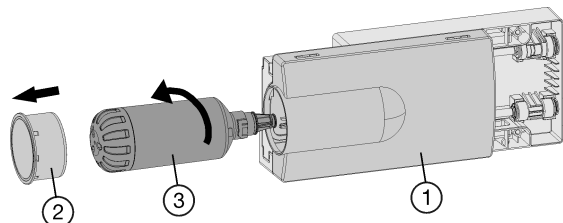

Fig. 48
- Si nécessaire, retirer le tiroir Fig. 48 (1).
- Enlever le couvercle du filtre Fig. 48 (2).
- Tourner le filtre à eau Fig. 48 (3) d'env. 100 ° vers la gauche puis le retirer.